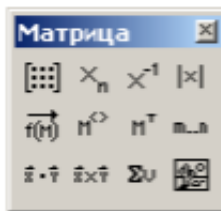

Рис. 3.2. Панель матриць
2. натиснути по клавіші Vector or Matrix Toolbar в панелі математичних інструментів, щоб відкрити панель матричних операцій Matrix) (рис. 3.2);